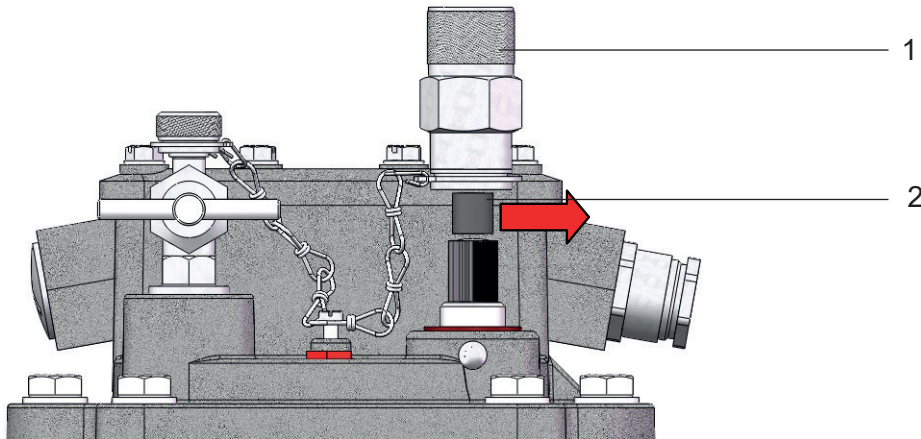

Bild 9 - Transportsicherung entfernen
- Große Hutmutter (Bild 9/ Nr. 1) abschrauben
- Transportsicherung, bestehend aus Gummistück und Scheibe (Bild 9/ Nr. 2), aus großer Hutmutter herausnehmen